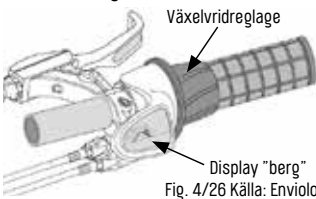

Fig. 4/26 Källa: Enviolo
- Vridning medurs: Displayen visar ett "berg" („Fig. 4/ Källa: Enviolo“ på sida 26). Detta växelförhållande bör ställas in för start eller körning i uppforsbacke.